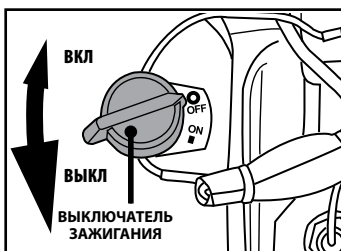

Рис. 13
7. Переведите выключатель зажигания в положение «ON» («1») (рис. 13).
В аварийной ситуации для остановки устройства переведите выключатель двигателя в положение «OFF» («0») (рис. 13).